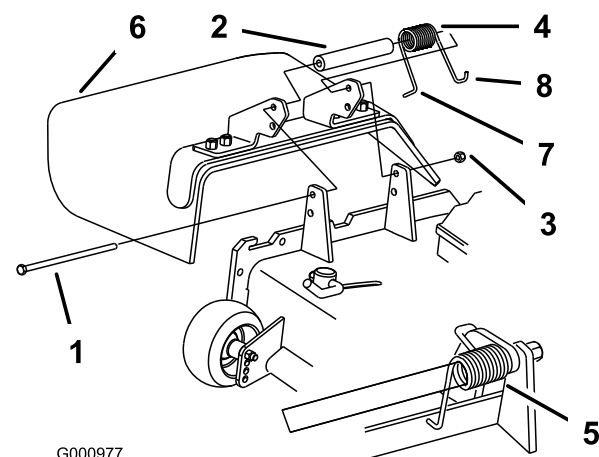

Figura 2
1. Inserite un distanziale e la molla tra le staffe del deflettore di sfalcio (Figura 2). Collocate l'estremità sinistra a J della molla dietro il bordo del piatto di taglio.
Nota: Prima di montare il bullone, come riportato nella Figura 2, verificate che l'estremità sinistra a J della molla sia inserita dietro il bordo del piatto di taglio.
2. Montate il bullone e il dado. Infilate l'estremità J a gancio della molla attorno al deflettore di sfalcio (Figura 2).